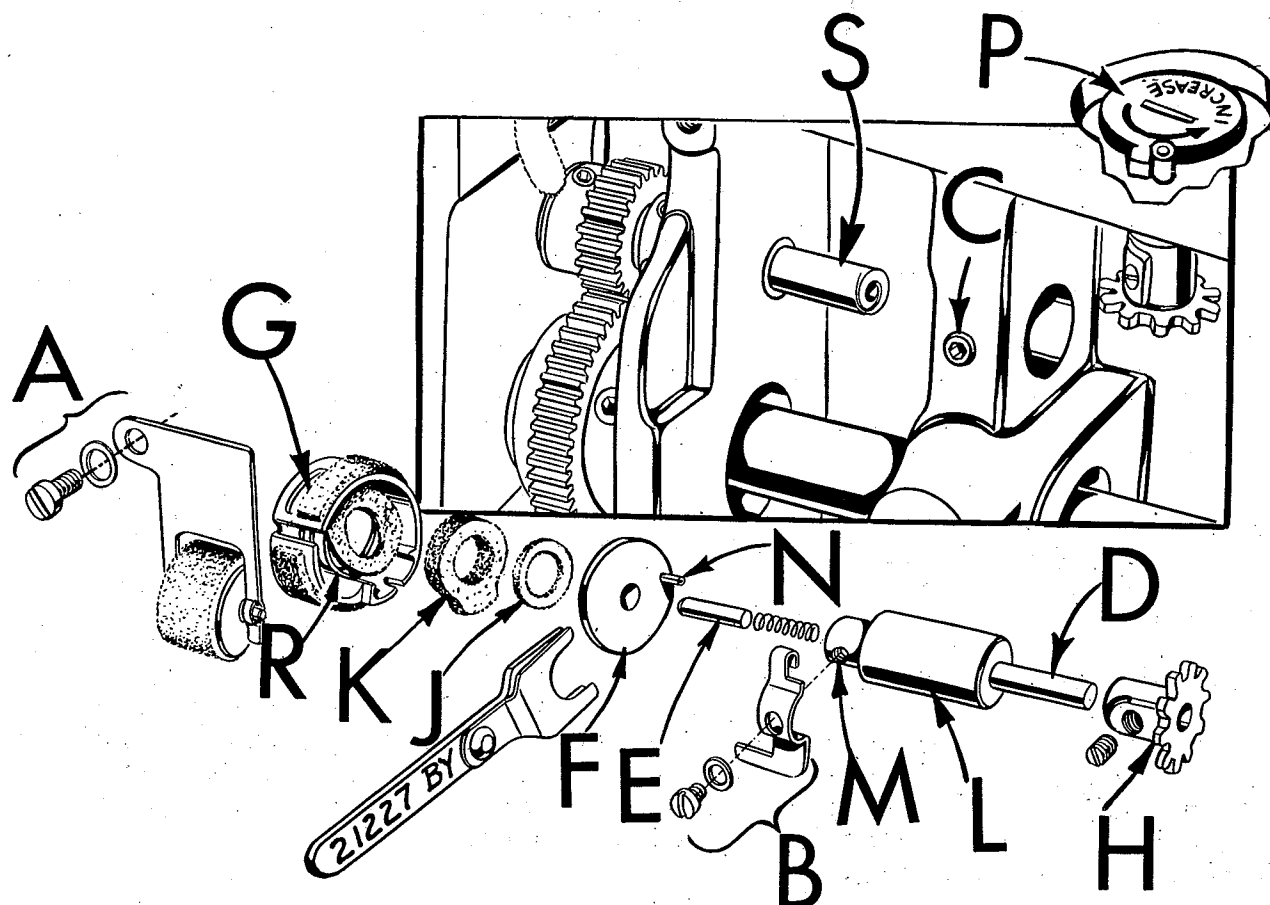

Fig. 20
La lubricación del gancho se lleva a cabo mediante una bomba rotativo de alta velocidad situada en el extremo del eje del gancho. La cantidad del aceite suministrado al gancho se regula por el trayecto más largo o más corto que tiene que correr por el fieltro de medición de la copa medidora. (G, Fig. 20). (El aumento o reduccion del suministro de aceite se regula mediante el cuadrante (P, Fig. 20) con una flecha marcada "INCREASE", que se encuentra debajo de la placa de la tela). El rodillo alimentador de aceite del
gancho (A, Fig. 20) el cual descansa sobre el fieltro de la copa medidora, sirve no solo para alimentar el aceite a la unidad desde el depósito de aceite, sino que filtra también el aceite.
1. Quítese el rodillo alimentador de aceite del gancho (A, Fig. 20)
2. Quítese del gancho (B) el indicador del control de aceite.
3. Empújese con el dedo el eje de control de aceite del gancho (D) para impedir que se pierda el pasador-pivote del disco de la bomba (E), usando una llave Allen, aflójese el tornillo de sujeción (C). Muévase el conjunto despacio, hacia la derecha, teniendo cuidado que no se caiga el pasador-pivote situado en el extremo del eje del control de aceite del gancho. Cuando el pasador-pivote está libre del disco de la bomba (F), el disco puede caer.
4. Quítese la copa medidora (G) con el fieltro del suministro de aceite (K) y el fieltro para precintar el aire (J).
5. Quítese el diente de rueda (H) del eje de control del aceite del gancho.
1. Quítese y sepárese el fieltro sellador de aire (J, Fig. 20) del fieltro suministrador de aceite (K).
2. Cerciórese de que el extremo pequeño del resorte precintador de aire (R) esté situado en el perno de la copa medidora detrás del fieltro anexo a la copa. Colóquese la copa medidora (G) y el resorte precintador de aire en el eje del gancho (S) con el extremo abierto hacia el extremo de la rueda de mano de la máquina (Fig. 20).